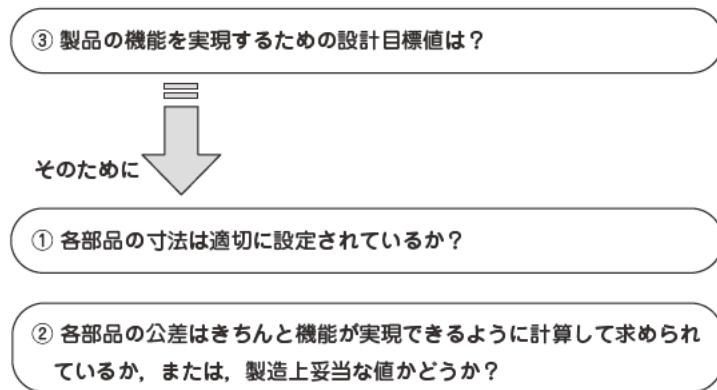

図1.2 公差設計の流れ
つまり、③「設計目標値」が明確になっていなければ、本来、①「寸法」も②「公差」も決まってこないということです。この流れを表したのが、図1.2です。